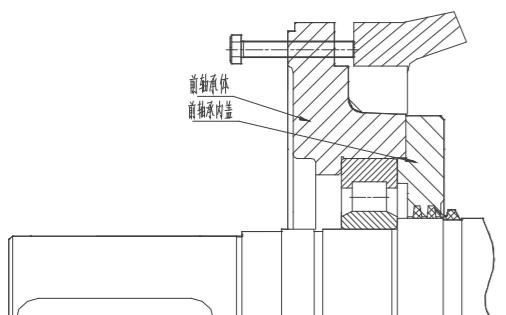

图10前轴承结构
①前轴承部件的拆卸
- b、按图10，利用前轴承体中的M12螺纹，用4支M12螺栓，均匀用力，顶出轴承及前轴承体及前轴承内盖。